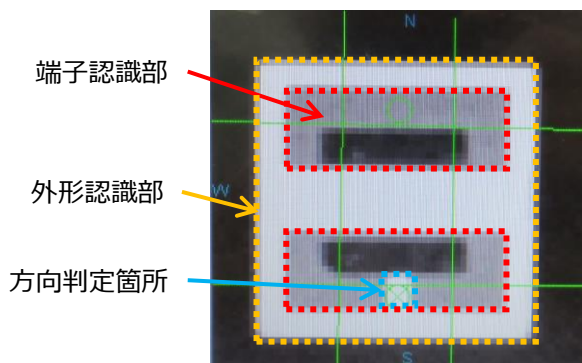

図10. 部品認識について
- LEDの方向判定を行う場合、カソード端子の切り欠き（図10.  部分）に判定枠を設定してください。この部分の輝度差で端子の向きを確認します。